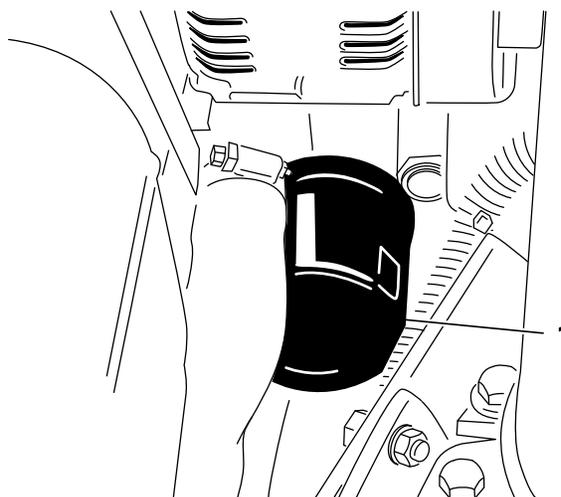

**Figura 64**
1. Togliete un tappo di spurgo (Figura 64) e lasciate defluire l'olio in una bacinella; quando l'olio smette di defluire, montate il tappo di spurgo.